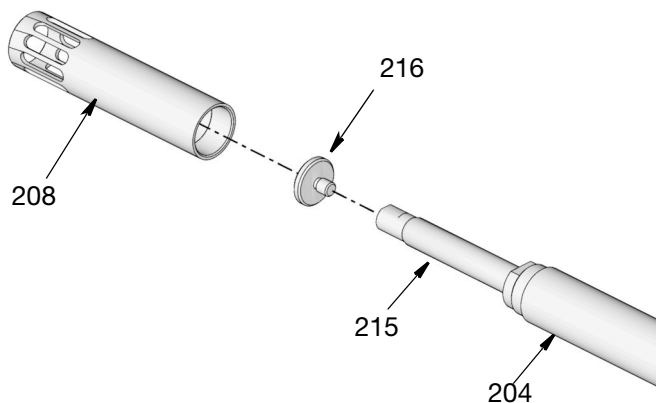

図 44
**HP ポンプ:** ショベルピストン (216) をプライムロッド (215) の端にネジ止めします。ソケットレンチをピストン (216) に使い、もう 1 本のレンチをプライミングロッド (215) の平坦部を使って、ショベルピストンをしっかりと締め付けます (図 44)。145~155 in-lb (16~17 N•m) のトルクで締めます。
**注:** ナットを締める際には、ロッドアセンブリがねじれてサポートピン (217) が折れたりロッドセクションが曲がったりしないように注意してください。
- a. ショベルピストン (216) をプライムロッド (215) の端にネジ止めします。手で締めます。
- b. ソケットレンチを使ってナット (219) を締め付け、もう 1 本のレンチをプライミングロッド (215) の平坦部を使って反対方向に締め付けます。
17. ショベルシリンダー (208) をポンプシリンダー (204) にネジ止めします (図 44)。レンチを使用してしっかりと締め付けます。